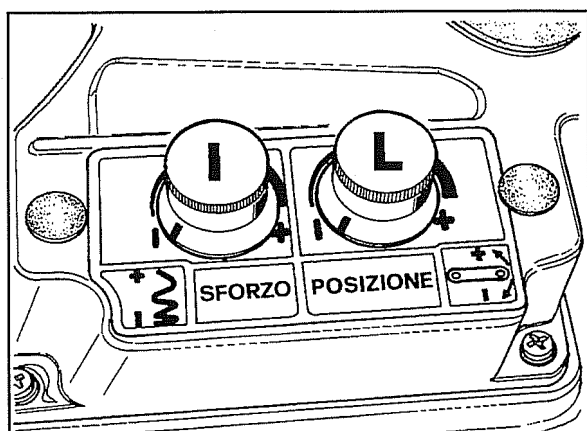

Fig.52
- Rodar o reóstato **L** (fig.52) no sentido horário. A metade do seu curso o levantador deveria iniciar a subida. Caso contrário corrigir a regulação efectuada precedentemente, desatarraxando ou atarraxando o sensor no seu suporte.